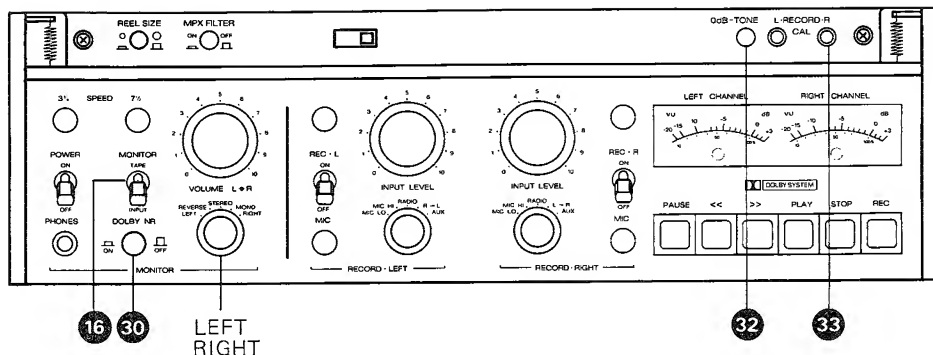

Fig. 9.13.
- Bedienungselemente nach Fig. 9.13. einstellen.
- TAPE/INPUT-Schalter MONITOR (16) (Fig. 9.13.) auf TAPE schalten.
- Mit den Reglern RECORD CAL (33) (Fig. 9.13.) wird der Pegel über Band so eingestellt, dass kein Pegelsprung auftritt.
- Adjust operating controls as per fig. 9.13.
- Switch MONITOR selector (16) to position TAPE (fig. 9.13.).
- Adjust control RECORD CAL (33) (fig. 9.13.) to obtain identical level indications when switching between TAPE and INPUT.
- Effectuez les commutations selon la fig. 9.13.
- Placez le commutateur TAPE/INPUT (16) sur TAPE (fig. 9.13.).
- A l'aide du potentiomètre RECORD CAL (33) (fig. 9.13.) ajustez le niveau de façon à ne pas avoir de différence avant/après bande.